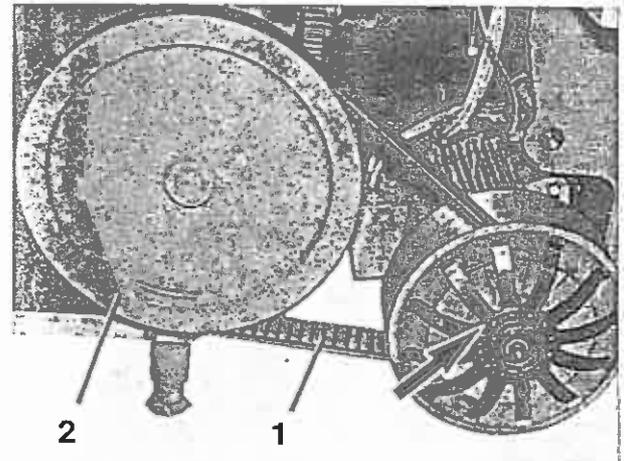

Bild 50
2. Ausgetretenes Fett an der Spreizscheibe (Bild 50/Pfeil) mit einem Lappen entfernen.
3. Prüfen, ob der Breitkeilriemen (Bild 50/1) und die Riemenscheibe (Bild 50/2) mit Fett verschmiert sind, ggf. Fett entfernen.